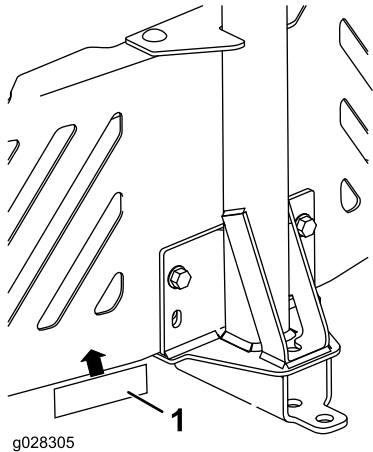

Figure 13
4. Apposez l'autocollant de la barre d'attelage à 1,3 cm à gauche du support de fixation d'accessoire (Figure 13).